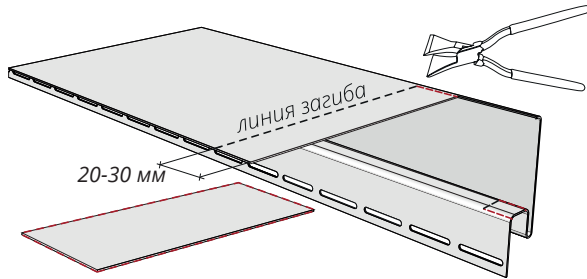

Рисунок 59
15.8 Подогните лепестки (рис. 59, 60), используя клещи под угол 90° .